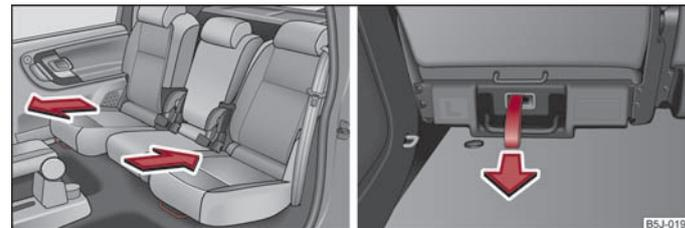

Abb. 37 Entriegelung vorn / hinten
- Ziehen Sie den Hebel ⇒ Abb. 37 links nach oben oder an der Entriegelungsschleife ⇒ Abb. 37 rechts und verschieben Sie den Sitz in die gewünschte Position.